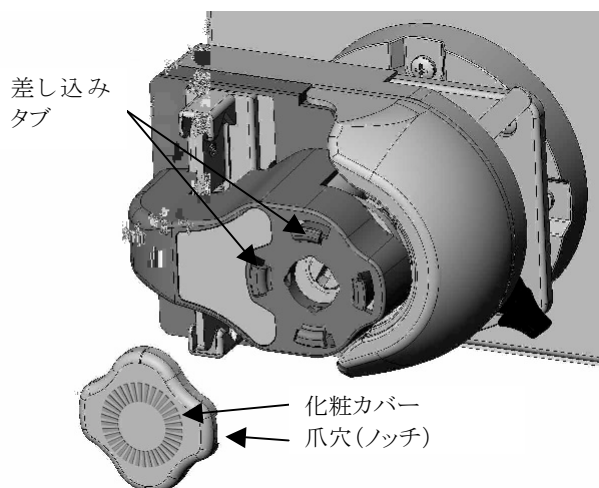

図8: 2台目ポンプヘッド接続準備
1. KrosFlo® Research II iポンプヘッド2台を連結させることができます(図8、9、10)。接続板はポンプドライブとの間に必要ですが、ポンプヘッド同士の接続部にはいりません。
3. 1台目のポンプヘッドから化粧カバーを外します。化粧カバーをしっかり持って引っ張ります(図8)。1台目をドライブに